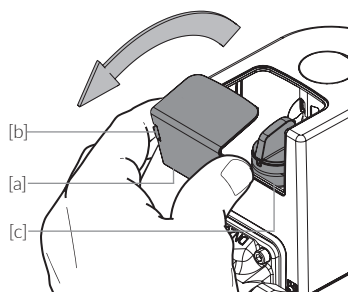

Abb. 9.1
- / Abb. 9.1: Klappe [a] lösen durch leichten Druck auf die beiden Schnapphaken [b] am äußeren Rand. Klappe entfernen.